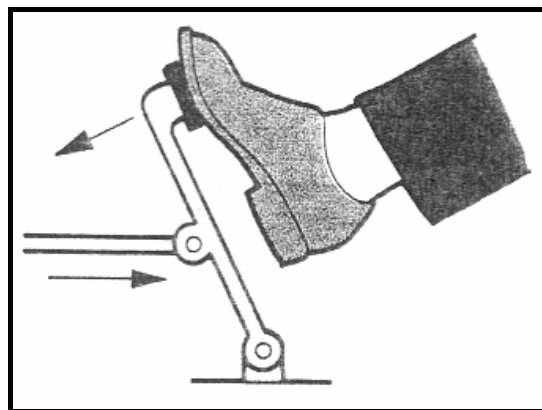

FIGUUR 1.7
1.16 FIGUUR 1.7 toon drie ratte wat met mekaar inkam. Wat word rat B genoem?